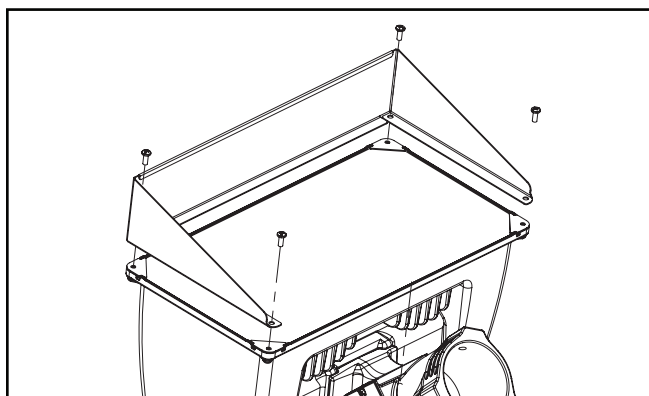

Figura 8.
Visor (Figura 8.)
1. Afloje y extraiga los (4) tornillos de cabeza Philips 10-24 existentes en la parte frontal de la luminaria y consérvelos para tenerlos como referencia futura.
2. Alinee el visor en la parte superior de los ganchos de la lente, haciendo que coincida con los 4 orificios existentes. (Figura 8.)
3. Reajuste los (4) tornillos de cabeza Philips 10-24 del paso 2 en la parte frontal de la luminaria.